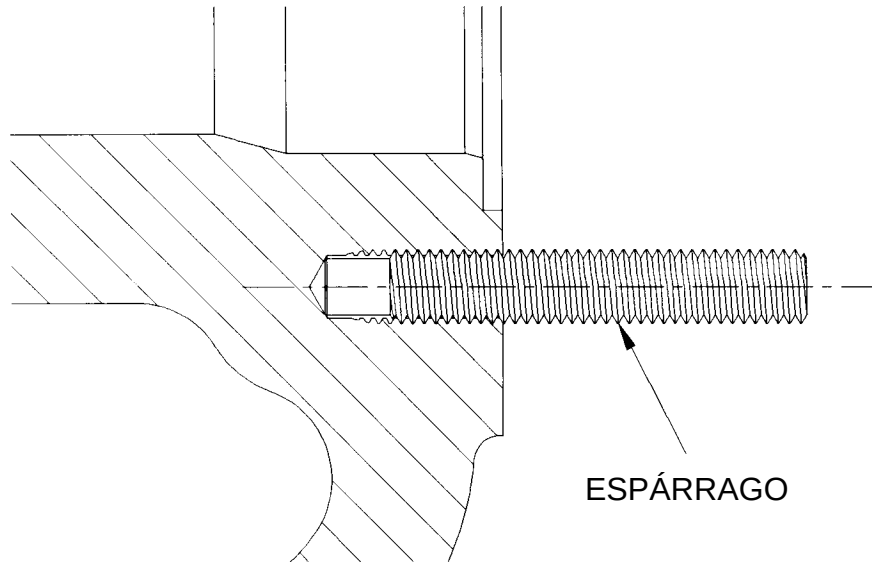

FIGURA 1-8 ESPÁRRAGO DE PUNTA CILÍNDRICA
- a. Cuando se especifica el uso de espárragos en el cilindro, ajuste sus respectivas tuercas con los mismos valores utilizados en tornillos en aplicaciones similares (véase la Figura 1-8).